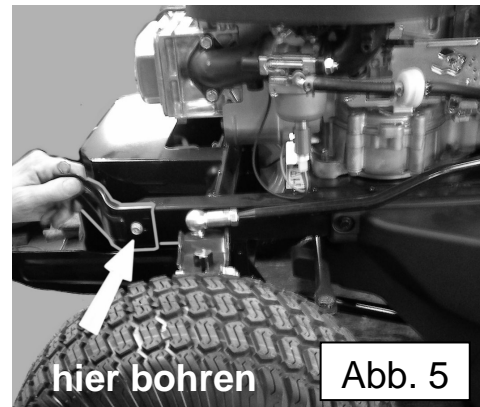

Abb. 5
- Bohren Sie zunächst die Löcher in den Seiten des Traktorrahmens mit \varnothing 10 mm auf, in denen vorher die Haubenhalter mit Blechschrauben befestigt waren. (Abb. 5)